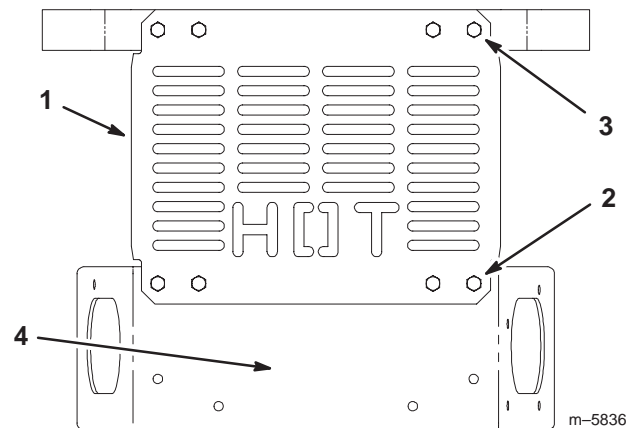

Bild 6
1. Nehmen Sie das hintere Wärmeschutzblech ab (Bild 6). Werfen Sie die oberen Schrauben und Muttern weg.
6. Montieren Sie die Unterseite des hinteren Wärmeschutzblechs an der hinteren Stoßstange (Bild 6).